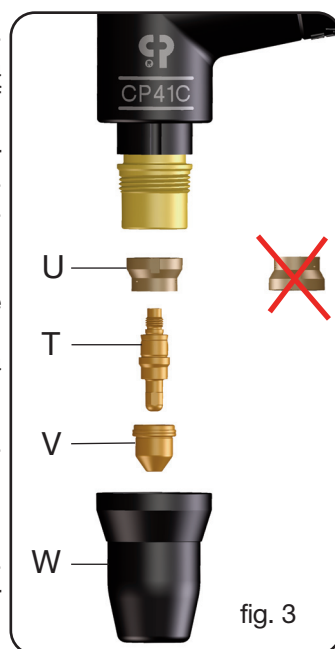

fig. 3
- Diffusoren skal udskiftes, når der findes forbrændte områder. Elektroden skal løsnes eller fastspændes på svejseslangens hoveddel ved hjælp af den dertil beregnede nøgle. Sprederen, elektroden og dysen skal monteres i rækkefølgen, der fremgår af fig. 3.